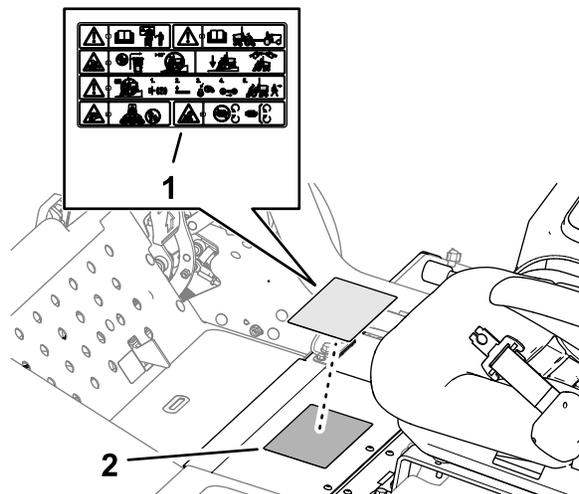

Рисунок 24
1. Начисто протрите стандартную предупреждающую наклейку спиртом и дайте раме высохнуть (Рисунок 24).
2. Снимите подложку и приклейте наклейку с маркировкой CE (№ по кат. 138-1186) поверх стандартной предупреждающей наклейки, как показано на Рисунок 24.